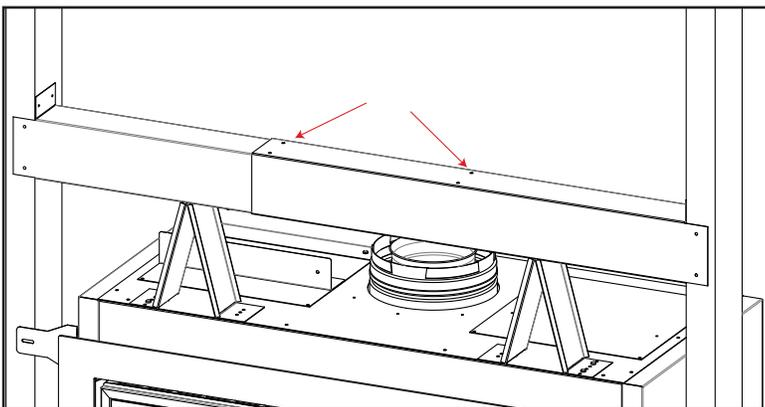

Figure 16 : Installation de montants en acier
3. À l'aide des vis à tôle fournies, fixez les deux pièces du montant en acier ensemble en utilisant les trous étiquetés sur la figure 16. Cette opération doit être effectuée sur le dessus et le dessous du montant en acier pour assurer sa rigidité.